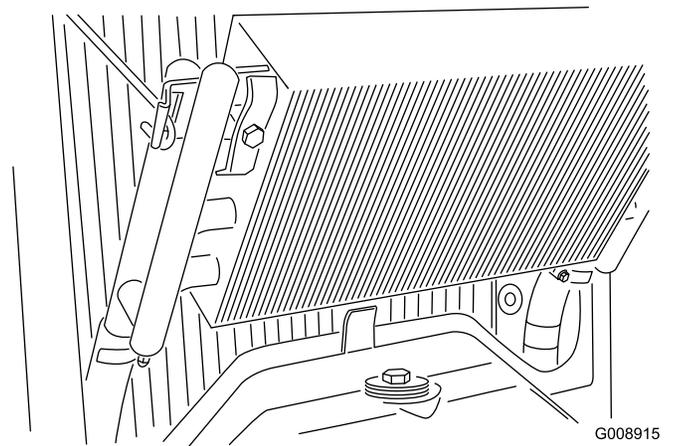

Figura 51
3. Destranque o refrigerador de óleo e articule a zona posterior (Figura 51). Limpe os dois lados do dispositivo de arrefecimento de óleo e a zona do radiador com água ou ar comprimido. Desloque o refrigerador do óleo para a posição inicial.